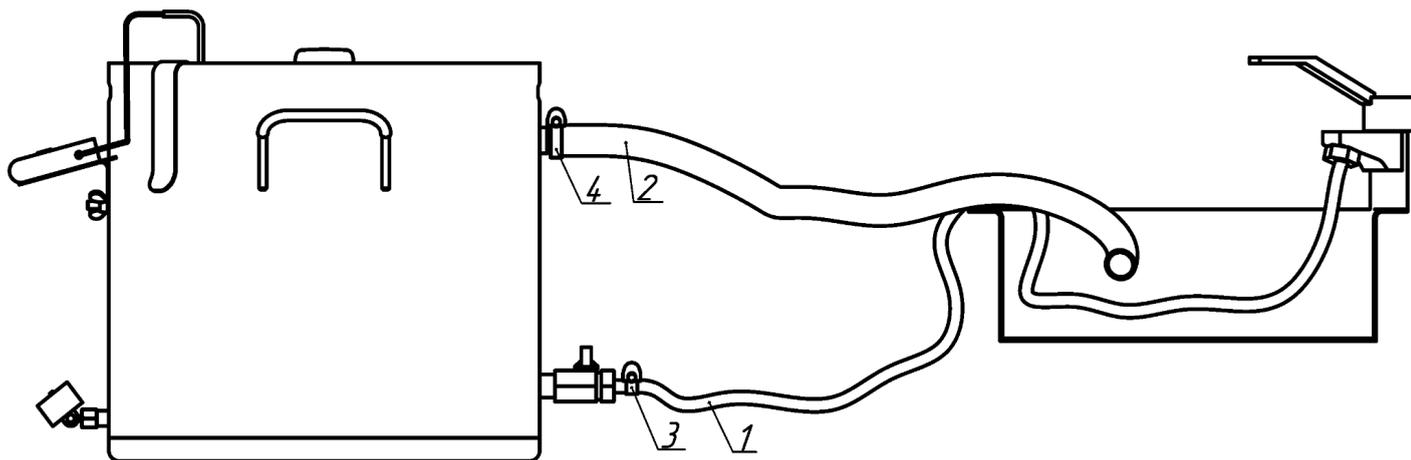

Рисунок 3 - Схема закрепления шлангов в процессе работы сыроварни.
- используя хомут, входящий в комплектацию сыроварни, закрепить один из шлангов, прилагающихся в комплекте, на штуцер крана сыроварни (6); другой конец шланга прикрепить к водопроводному крану (Рисунок 3). Крепление шланга к крану (смесителю) водопровода производится через дивертор или переходник на кран.
- закрепить один конец второго шланга из комплекта на верхнем штуцере сыроварни (7) (с помощью хомута, имеющегося в комплекте), а другой его конец опустить в раковину (Рисунок 3);